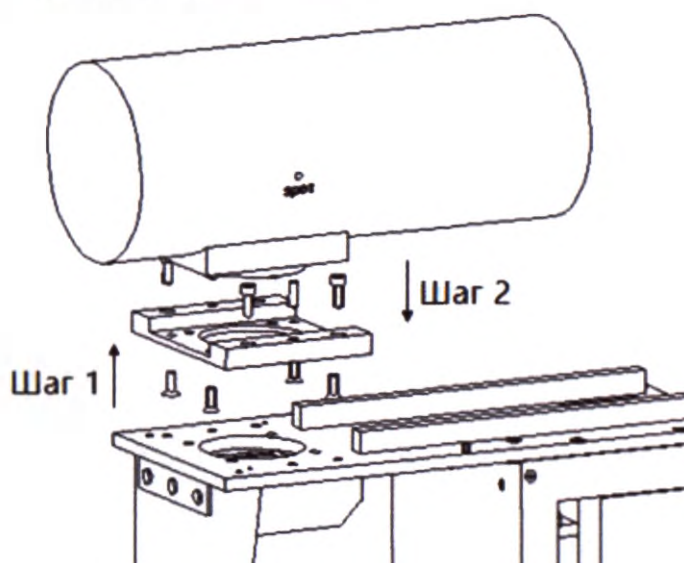

Рисунок 11 Схема установки рентгеновской трубки
5. Вставьте штекер кабеля высокого напряжения и подключите штекер кабеля анода соединения согласно схеме, представленной на рис. 11. Шаг 1: вставьте вилку высокого напряжения и прикрутите ее глухой гайкой. Шаг 2: вставьте штекер кабеля анода. Шаг 3: подключите защитное заземление.